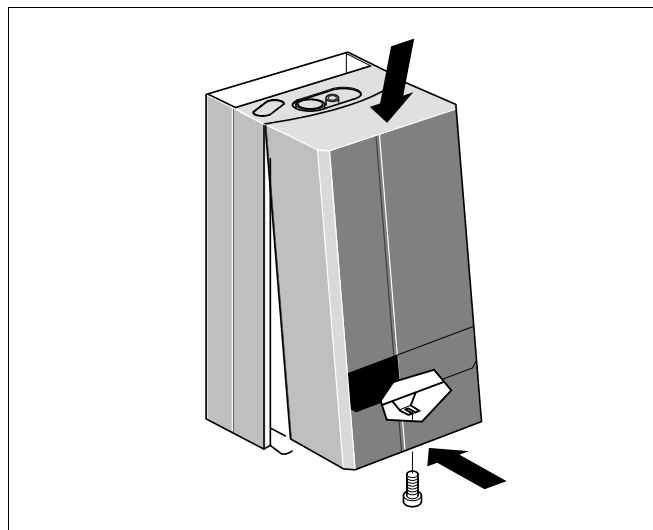

Fig. 32 Poser le capot
- Poser le capot et serrer la vis de blocage (fig. 32).